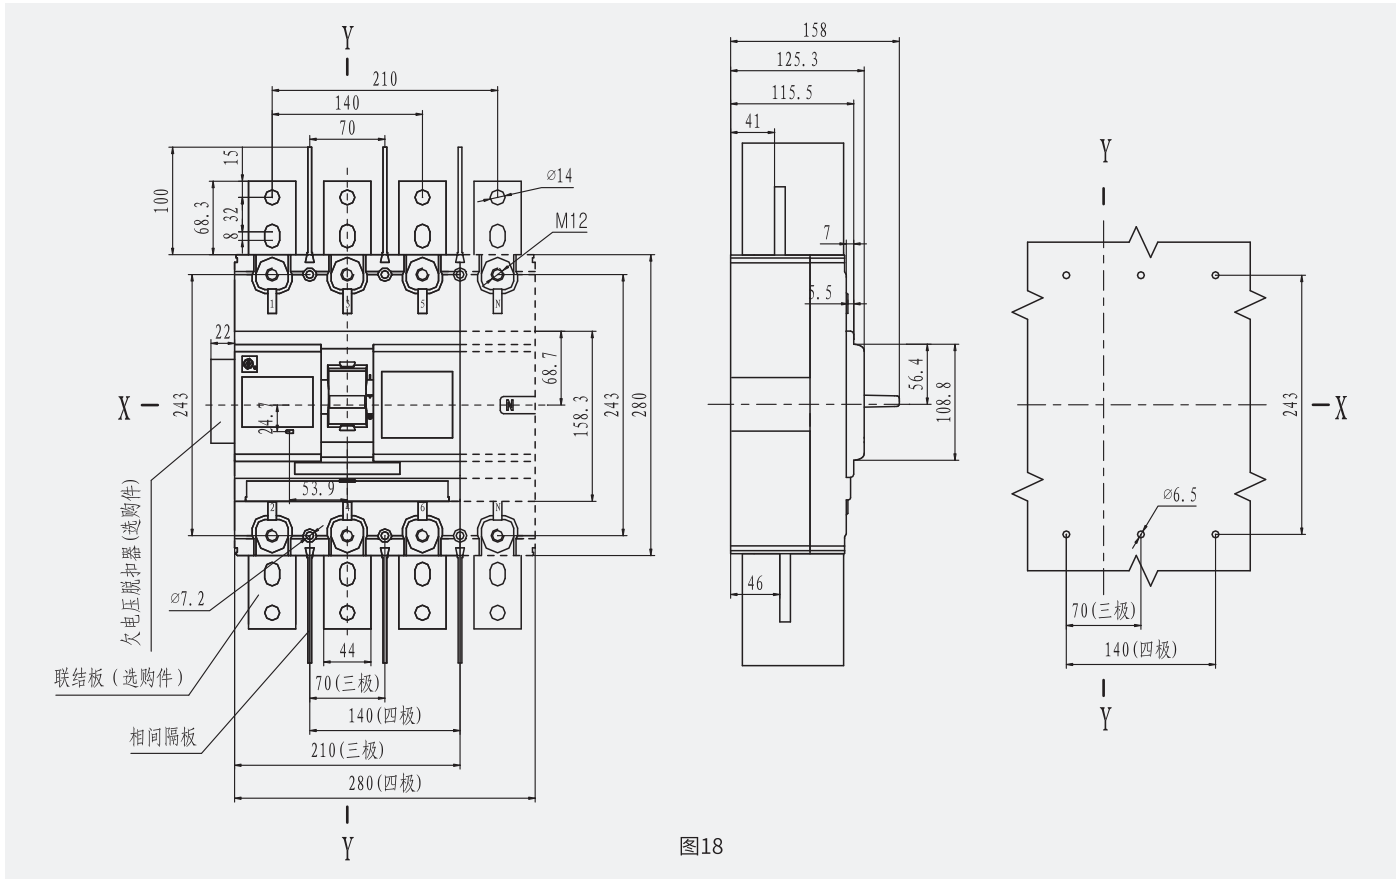

图18
17. HSM6E-800 (H、L) 板前接线外形及安装、开孔尺寸 (三极、四极) 见图18